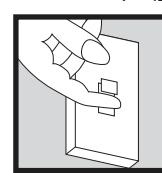

Fig. 3
- Fig. 3 Mettez hors tension l'interrupteur principal, pour ainsi couper le courant dans toute la maison, OU dévissez le fusible qui alimente l'endroit où la lampe sera installée.